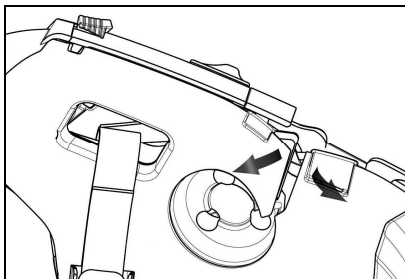

Abb. 11
- Entfernen Sie den Plastiküberzug des Wangenteils (Abb. 11)